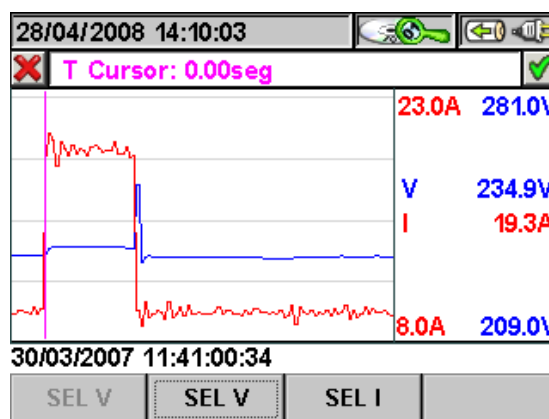

Fig. 127: Grafico Corrientes di Pico
- La tecla **F3** (o la función **GRAFICO** sobre el visualizador) accede a la página que muestra el gráfico de la Corriente de Pico seleccionada (Fig. 127).